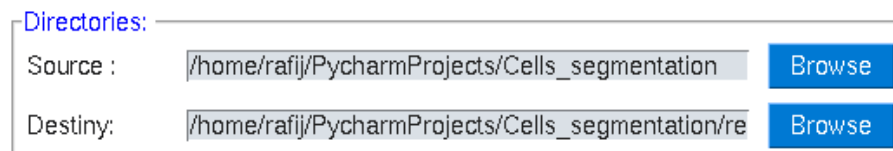

Fig. 6: Directorios origen y destino seleccionados.
4. Estos 2 parámetros debe ser ingresados sino el análisis no se ejecutará. La Fig. 6 muestra como se verá esta sección cuando se ha realizado la selección.